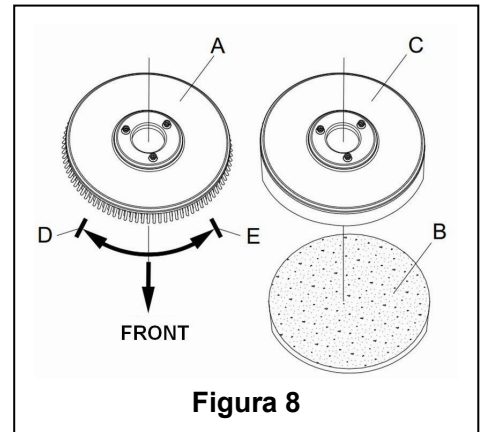

Figura 8
Conforme al tipo de suelo a limpiar, la máquina puede ser instalada con el cepillo (Figura 8, A), o el panel de la almohadilla (Figura 8, B y C).
1. (Sólo aplicable a los modelo AS430B y AS510B): asegúrese de que el interruptor (41) está en posición de desconectado (O).
2. Presione el manillar (2) hacia abajo para levantar el cuerpo del tanque (26).
3. Coloque el cepillo (A) o el panel de la almohadilla (B – C) debajo del estuche.
4. Use el manillar (2) para bajar el cuerpo del tanque (26) hasta que entre en contacto con el cepillo o el panel de la almohadilla.
5. Para instalar el cepillo/el panel de la almohadilla automáticamente, gire el interruptor de encendido (41) a la posición "I" y presione el interruptor de seguridad (1) hacia abajo. Empuje suavemente la máquina hacia delante para permitir que la rueda de correa en la parte inferior del cuerpo del tanque se alinee con el cepillo o el panel de la almohadilla que se puede instalar a continuación. Luego libere el interruptor de seguridad. Si hace falta, repita los procedimientos hasta que el cepillo/el panel de la almohadilla estén montados.
6. Si el paso 5 le resulta difícil, use el método manual siguiendo la punta de flecha (D) para instalar el cepillo/el panel de la almohadilla (como indica la **Figura 8**).
7. Para descargar el cepillo/el panel de la almohadilla automáticamente, gire el interruptor de encendido (41) a la posición "O". Sujete el manillar con la mano y presione la máquina hacia abajo hasta que la rueda de guía toque el suelo y el cepillo/el panel de la almohadilla quede colgando en el aire. Gire el interruptor de encendido a la posición "I" y presione el interruptor de seguridad para que el cepillo/el panel de la almohadilla caigan al suelo.
8. Si el paso 5 le resulta difícil, use el método manual que consiste en girar el cepillo/el panel de la almohadilla en la dirección opuesta a la normal y éste quedará desmontado. (como indica la **Figura 8**).